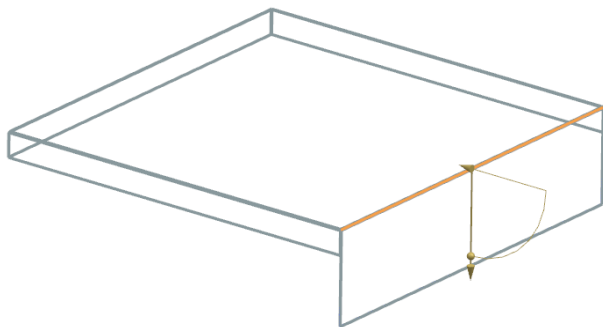

图 11-79 选择弯边
(2) 选择弯边，同时在视图区预览显示所创建的弯边，如图 11-79 所示。设置“宽度选项”为“完整”，“长度”为 75，“角度”为 90，参考长度为“外部”，“内嵌”为“材料外侧”，在“折弯止裂口”和“拐角止裂口”下拉列表框中选择“无”。